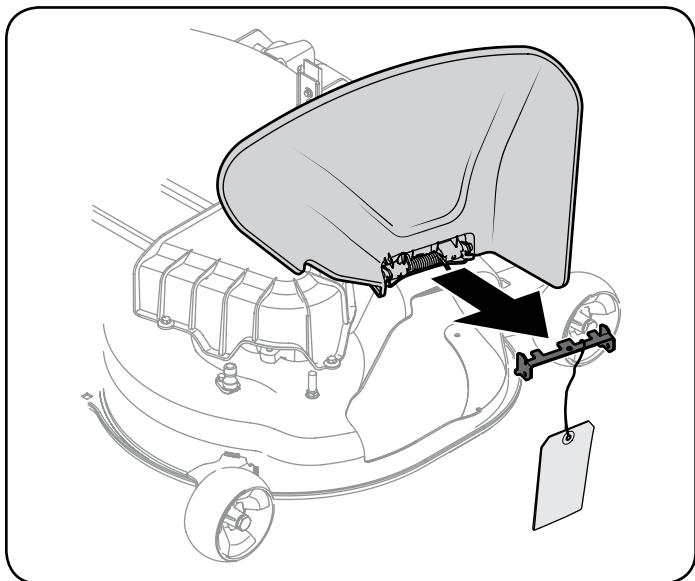

Figura 7
7. Sosteniendo el canal deflecto totalmente hacia arriba, extraiga la traba de seguridad. Baje el deflector del canal y descarte la traba de seguridad. Vea la Figura 7.